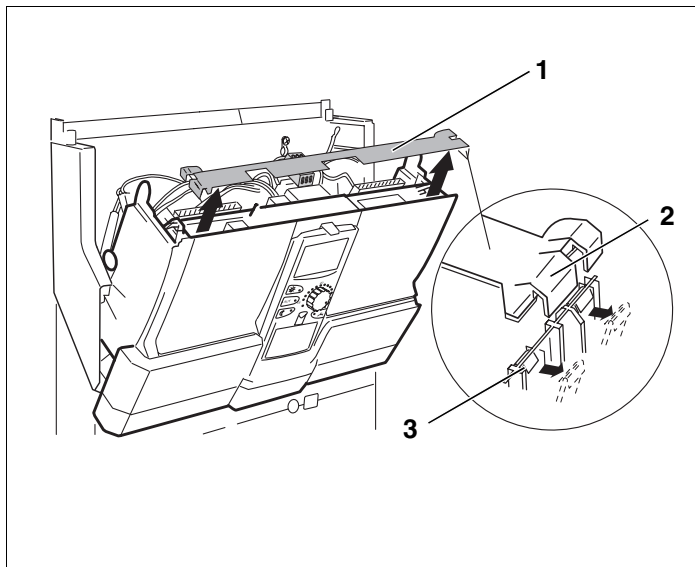

Fig. 4 Smontaggio della barra di arresto moduli
Per smontare la barra di arresto moduli (fig. 4, **pos. 1**) è necessario un cacciavite.
- Allentare la barra su un lato. Nel frattempo spingere all'infuori una delle due mollette (fig. 4, **pos. 3**) tramite un cacciavite.
- Sollevare una linguetta della barra di arresto moduli (fig. 4, **pos. 2**).
- Togliere la barra di arresto moduli (fig. 4, **pos. 1**).